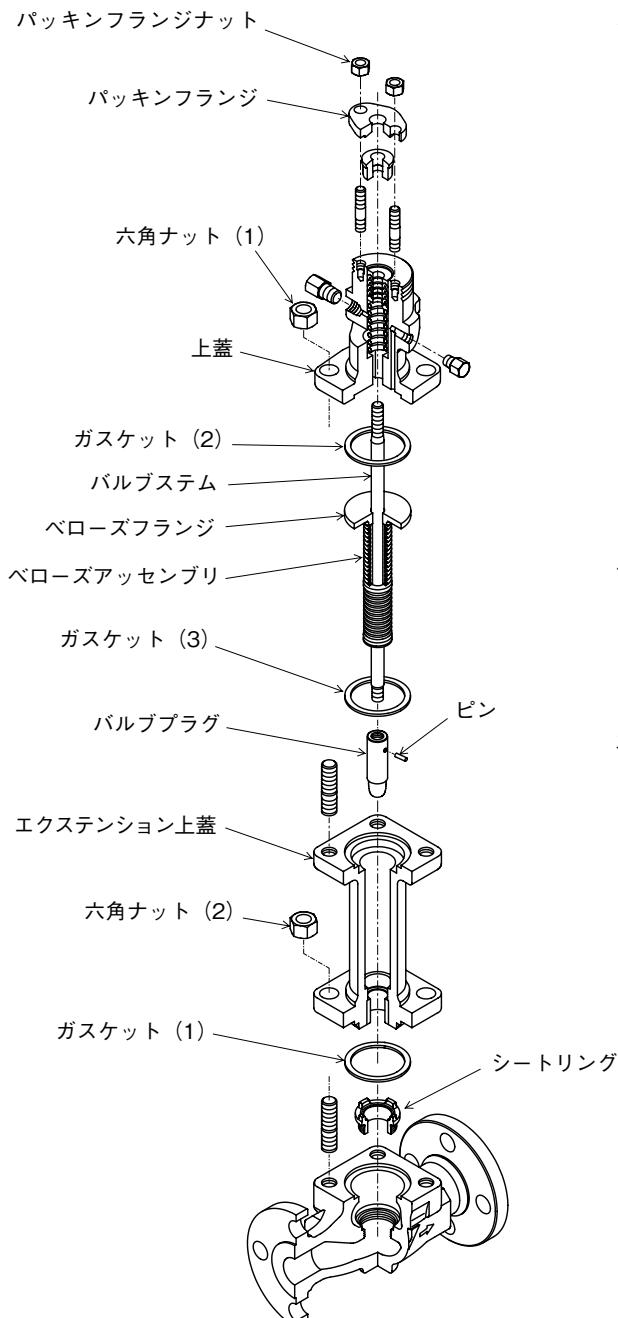
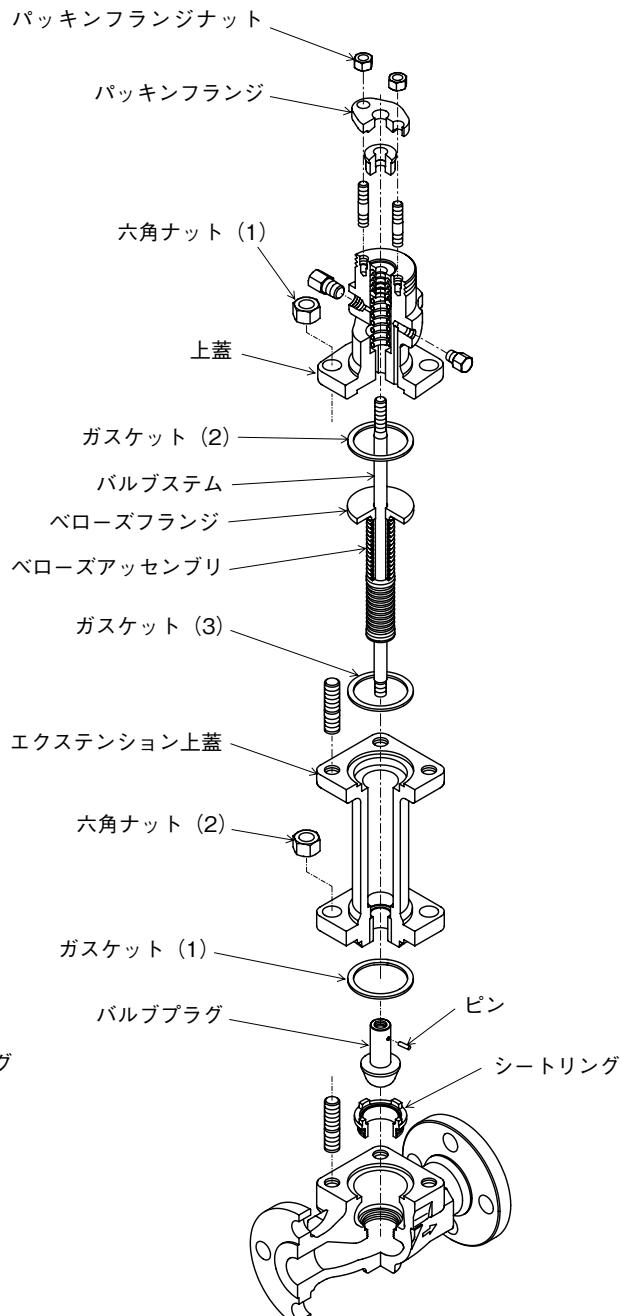

図 6-1
図 6-2
HLS 調節弁は弁の Cv 値により、または PTFE インサートの有無によりポートの形状が異なるため、取扱方法が多少異なります。構造を図 6-1、図 6-2 に示します。(図 5-1 参照)
- 【6】 ■ HLS、 $C_v \leq 4$ の場合(図6-1参照)
■ HLS、 $C_v \geq 6.3$ およびPTFEインサート形の場合(図6-2参照)